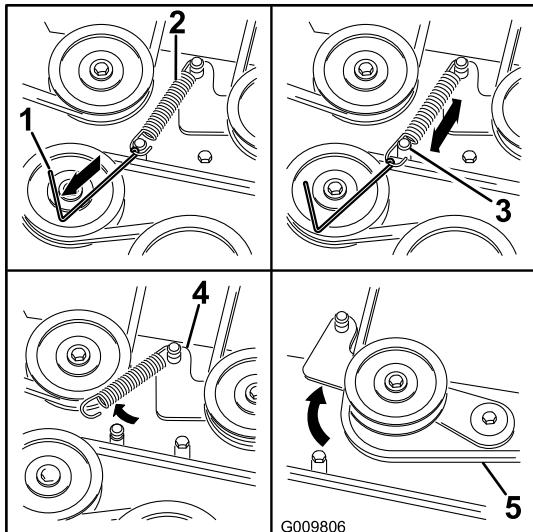

Figure 68
5. À l'aide d'un outil de dépose de ressort (réf. Toro 92-5771), décrochez le ressort de l'ergot sur le tablier pour éliminer la tension sur la poulie de tension (Figure 68).
8. Acheminez la courroie neuve autour des poulies du tablier de coupe et de la poulie d'embrayage, sous le moteur (Figure 68).
9. À l'aide d'un outil de dépose de ressort (réf. Toro 92-5771), accrochez le ressort à l'ergot situé sur le tablier, ce qui a pour effet d'exercer une tension sur la poulie de tension et la courroie du tablier de coupe (Figure 68).